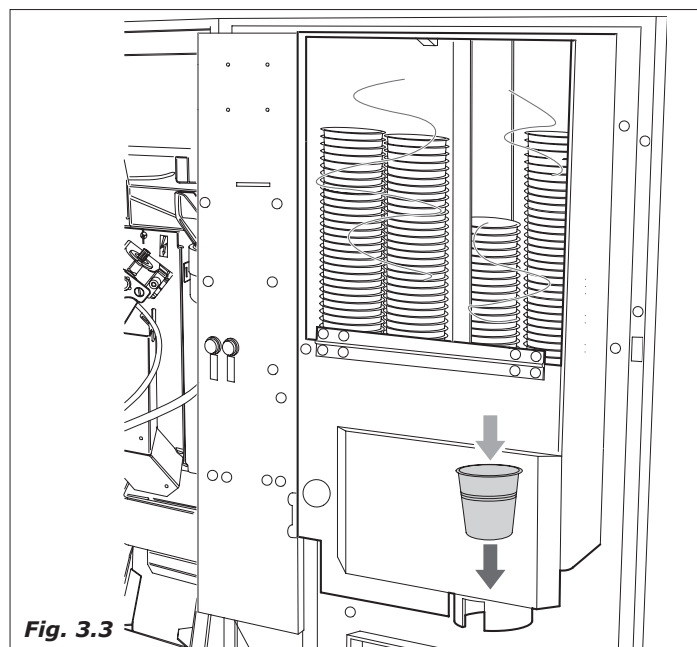

Fig. 3.3
- motor no interno do cup dispenser movimenta os dispositivos a caracol para separar e deixar cair o copinho no aposito alojamento (Fig. 3.3)